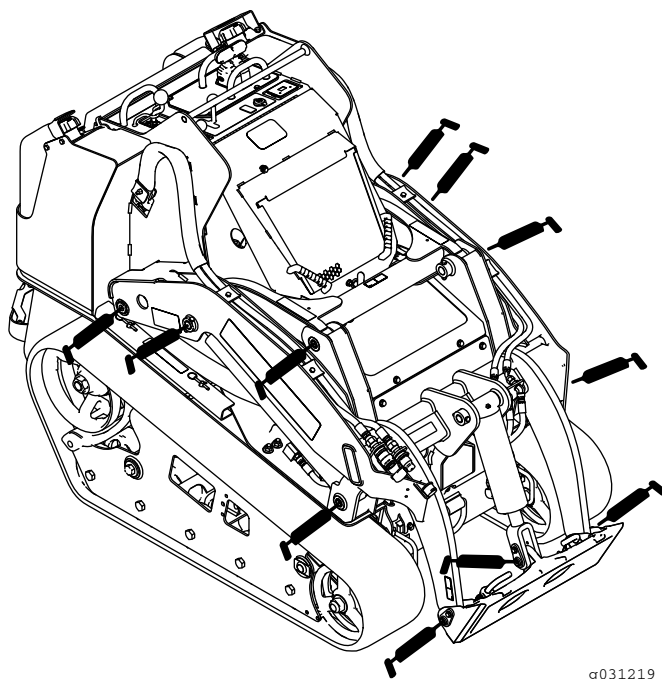
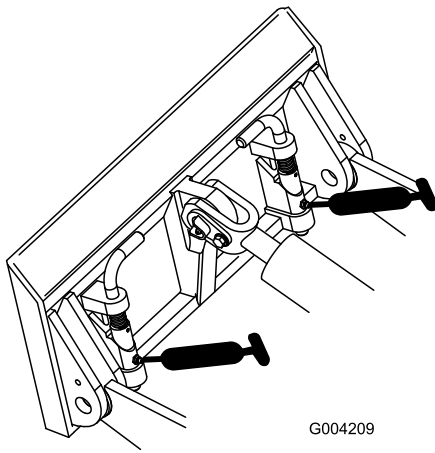
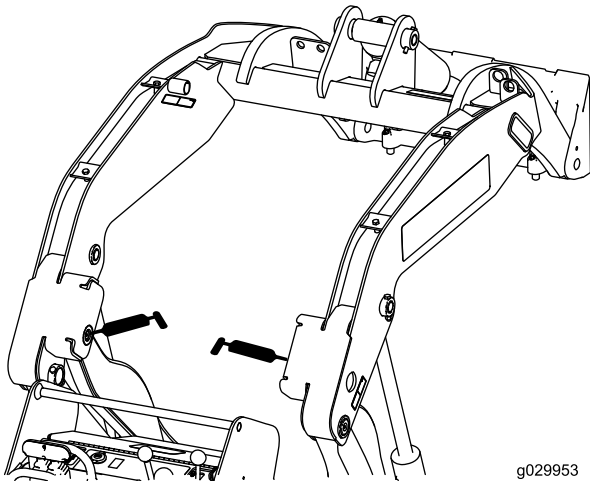

Figure 38
Figure 39
Figure 40
4. Raccordez une pompe à graisse à chaque graisseur (Figure 38, Figure 39 et Figure 40).
**Remarque:** Élevez les bras de la chargeuse avant de graisser les graisseurs ; voir la Figure 40.